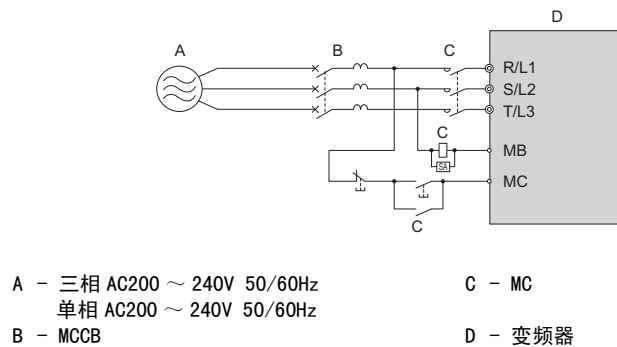
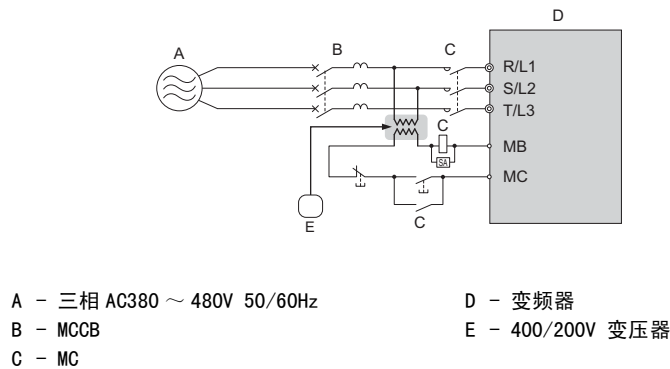

图 8.2 接线用断路器的连接（单相 / 三相 200V 级）
图 8.3 接线用断路器的连接（三相 400V 级）
- 由多台变频器或与其它机器共同使用 MCCB 或 ELCB 时，请如图 8.2、图 8.3 所示，使用 MC 接入在故障输出时关闭电源的顺控器。使用 400V 级电源输入时，请连接 400/200V 的变压器。